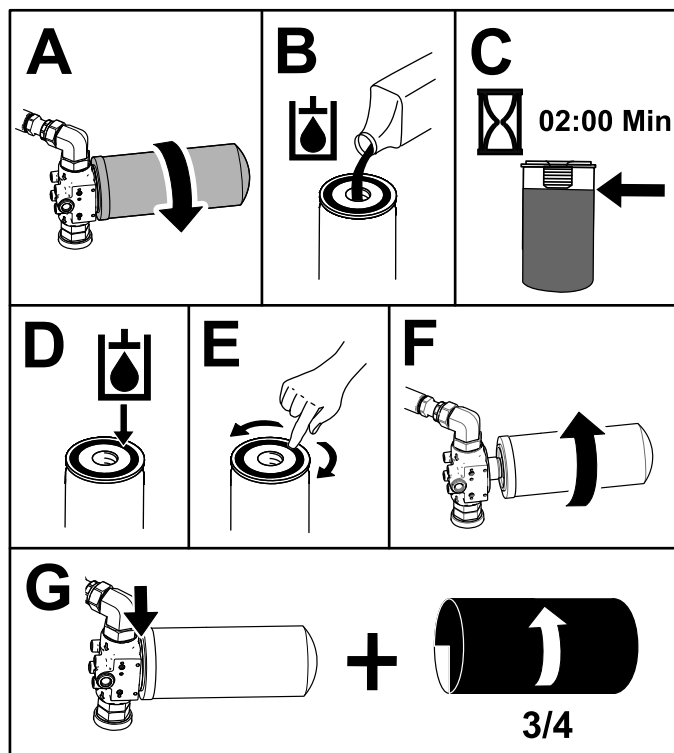

Рисунок 79
5. Поместите сливной поддон под передний фильтр, а затем замените фильтр (Рисунок 79).